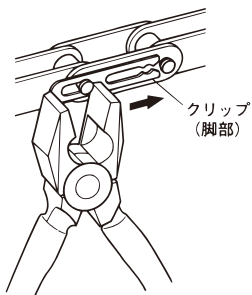

図19. クリップをペンチで止める
- 2) クリップの脚部を上げ過ぎると、正しく挿入できず脱落して思わぬ事故となりますので、注意を払ってください（図19・20）。